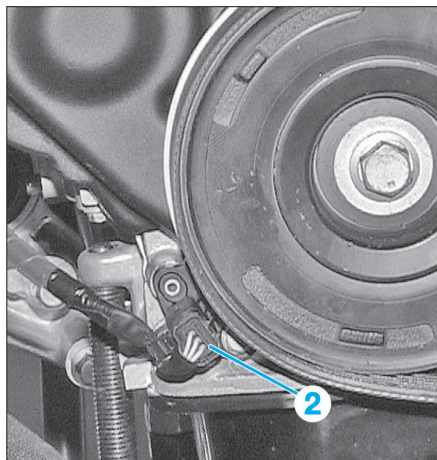

FIG. 26
- Débrancher le connecteur (2) (Fig.26).